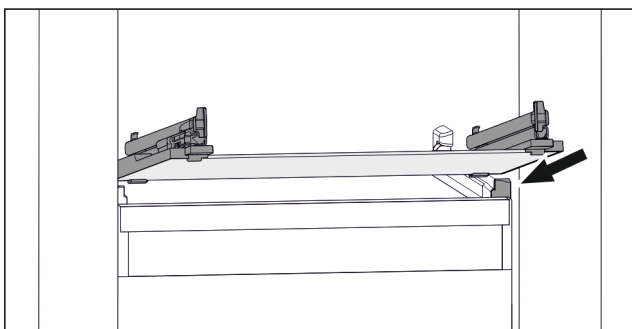

Fig. 107 Exemple de représentation de la tablette en verre
- Placer la tablette en verre, en l'inclinant, derrière les butées. (voir Fig. 107)